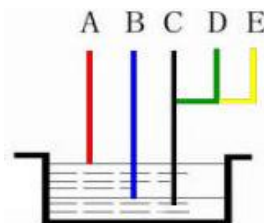

Рис. 2
- 2.3. Поместите датчики в резервуар с водой, как показано на рис. 2. Уровень С (общий) должен находиться не выше уровня В.